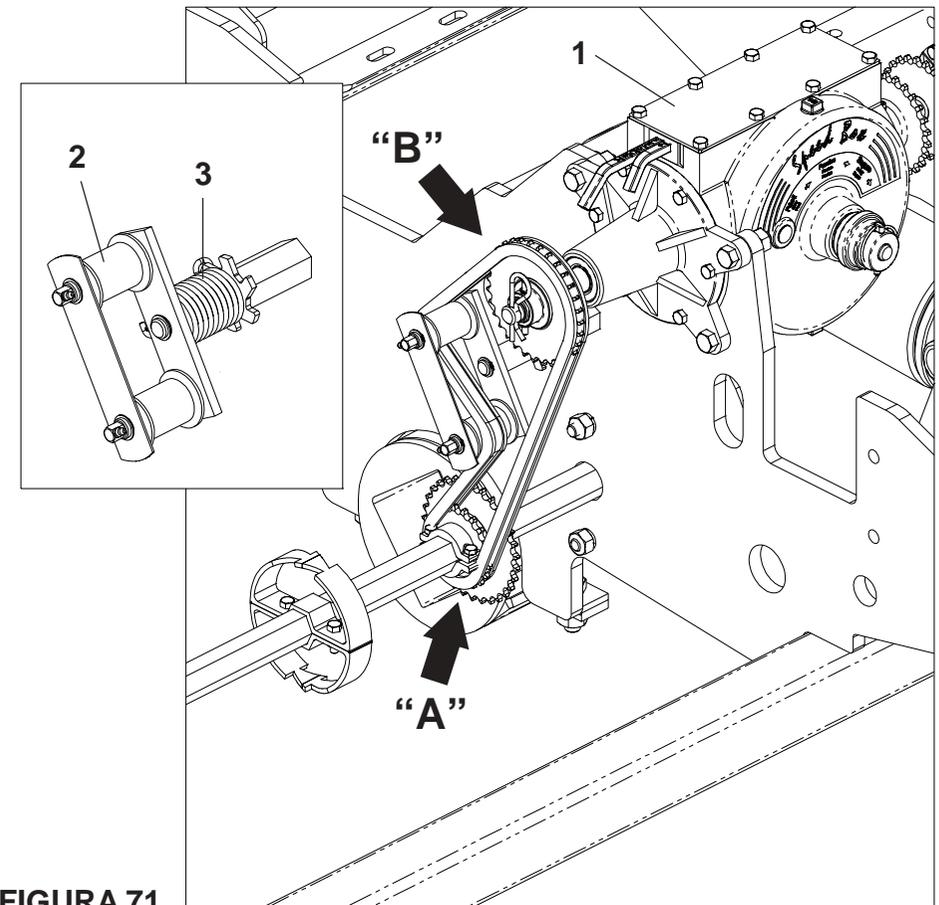

FIGURA 71
## REGULAGEM PARA DISTRIBUIÇÃO DO ADUBO ( FIGURA 71 ) SPA MEGA FLEX 4000 / 4500 / 5000 / 5500
1 - A regulagem do adubo é feita através da caixa **Speed Box** (1). Para obter mais regulagens efetue a inversão da corrente nas engrenagens motora "**A**" e movida "**B**", **conforme mostra a figura 71.**